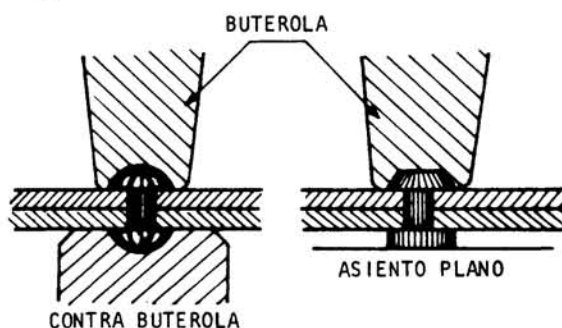

Fig. 6
- f Recalque el roblón con ayuda de la buterola y el martillo (fig. 6).